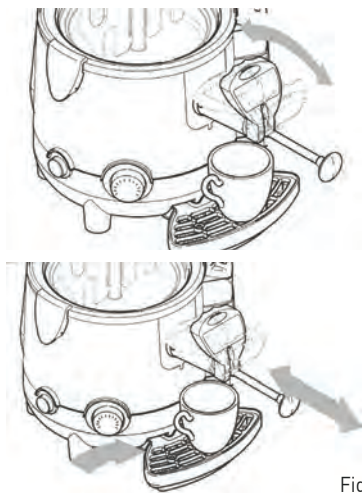

Fig. 1
- Se il cioccolato caldo è versato troppo lentamente, si raccomanda di spingere al massimo la leva; per rimuovere le sostanze bloccate nel dosatore, tirare e spingere qualche volta la leva senza spengere l'apparecchio (vedere la fig. 1).
**Attenzione! Rischio di ustioni! Durante il funzionamento dell'apparecchio non toccare il coperchio del contenitore (1) o il contenitore (2) perché sono molto caldi. Il coperchio del contenitore (1) deve essere sempre sollevato per la maniglia.**